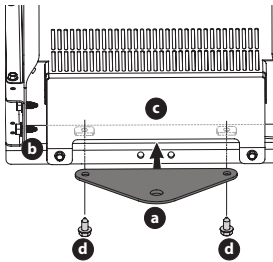
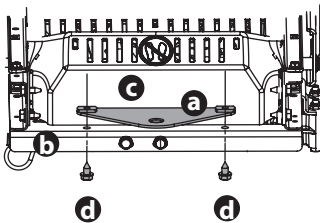

Figure 15
Figure 16
1. Faites glisser la plaque d'attelage (a) entre le châssis (b) et le couvercle arrière (c) de votre appareil (Figure 15 pour la transmission des engins hydroélectriques et figure 16 pour la transmission de Tuf Torq.)
2. Lorsque les trous de la plaque d'attelage (a) et du châssis (b) sont alignés, insérez les deux boulons hexagonaux (d) dans le châssis (b) et dans la plaque d'attelage (a) (Figure 15).
3. Serrez bien les boulons hexagonaux (d) (Figure 15).